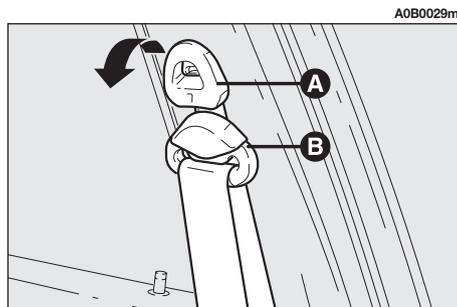
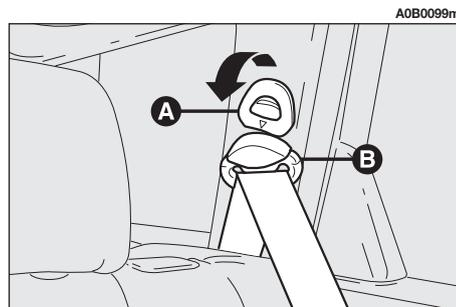

fig. 50
fig. 51
Per compiere la regolazione alzare o abbassare l'impugnatura (A-fig. 50) delle cinture anteriori oppure (A-fig. 51) delle cinture posteriori laterali (solo per versioni Sportwagon) del meccanismo di bloccaggio, spostando contemporaneamente l'anello oscillante (B) nella più idonea delle posizioni consentite.
*Dopo la regolazione, verificare sempre che il cursore a cui è fissato l'anello (B) sia bloccato in una delle posizioni predisposte. Esercitare pertanto, con impugnatura (A-fig. 50) oppure (A-fig. 51) rilasciata, un'ulteriore spinta verso il basso per consentire lo scatto del dispositivo di ancoraggio qualora il rilascio non fosse avvenuto in corrispondenza di una delle posizioni stabilite.*